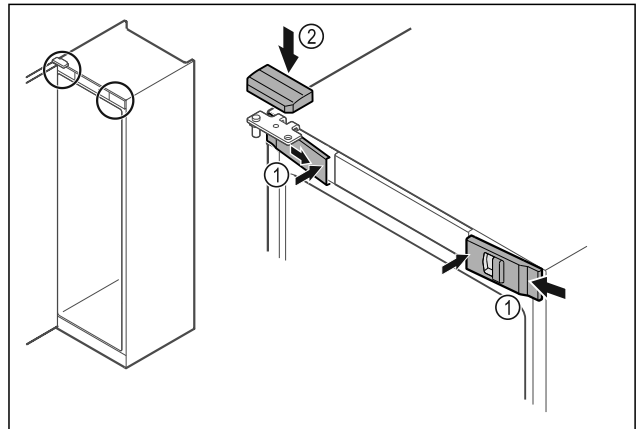

Fig. 50
- ▶ Zaháknite predné kryty Fig. 50 (1) naboku a zaistite ich vnútri.
- ▶ Zaistite horný kryt Fig. 50 (2) zhora.